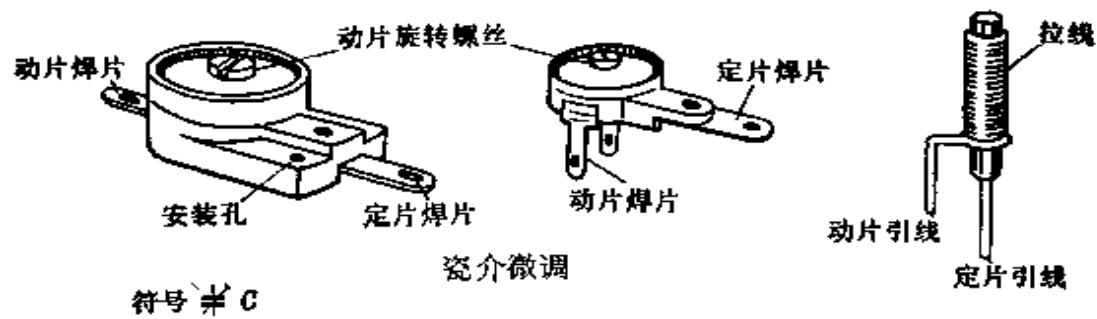

图 5-2
1. 微调电容 又称半可变电容。它的实物外形及符号见图 5-2。微调电容器的电容量的调节范围比可变电容器小得多，只有几到几十微微法。对于瓷介微调电容，只要调节它的旋转螺丝，就可以改变它的电容量。对于拉线微调电容，将它的拉线拆去几圈，就可以减少它的电容量。调节好以后，再将拆开的一段线剪去。